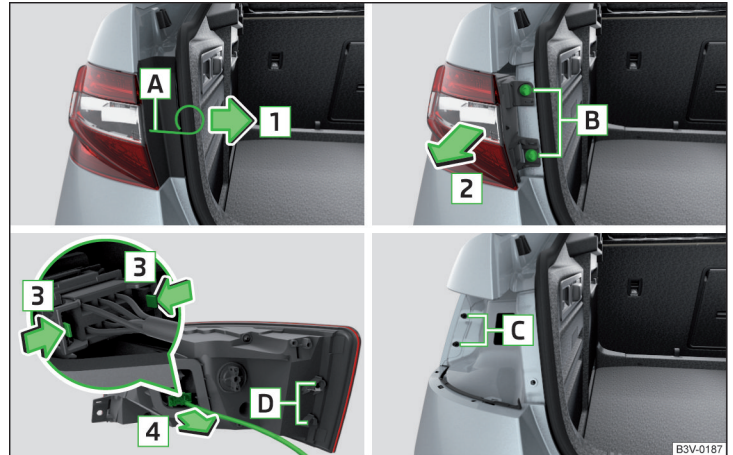

Abb. 257 Leuchte ausbauen / Stecker abziehen
- › In die Öffnung **A** » Abb. 257 den Bügel zum Abziehen der Radvollblenden » Seite 223, Bordwerkzeug einführen.
- › Den Stecker entgegen der Pfeilrichtung **4** » Abb. 257 in die Leuchte einschieben.